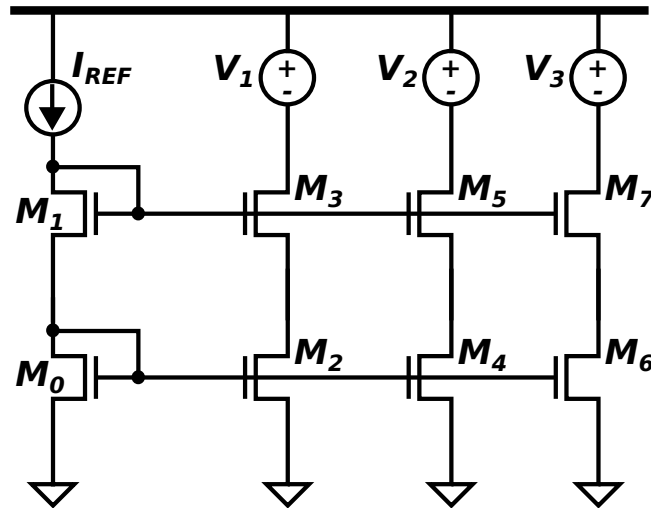

Figura 3:
3. a) Repetir el ejercicio 2 para la configuración cascode de la figura 3.